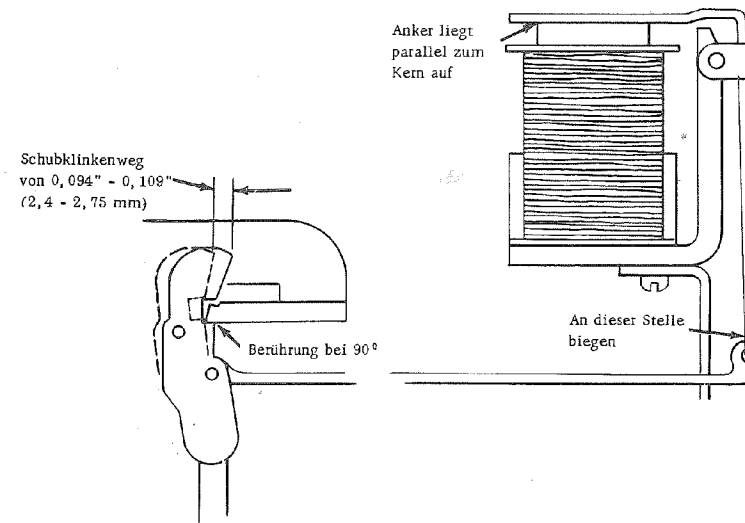

Abb. 10 Justage der Sortiermagnetanker
- Maschine durchdrehen, bis die Druckplatte eine Stellung innehat, die es den Schubklinken ermöglicht, den grösstmöglichen Weg in Richtung auf die Sortiermagnete zurückzulegen. Magnetanker (magnet armatures) oberhalb der Stelle, wo sie mit ihrer Zugstange verbunden sind, biegen, so dass die zugeordnete Schubklinke bei Erregung des Magneten einen Weg von $0,094''$ bis $0,109''$ ($2,4$ bis $2,75\text{ mm}$) macht (vergl. Abb. 10). Der Weg der Schubklinken kann auch durch Justieren der Schubklinken-Abrückschiene (interposer pawl knockoff bar) bestimmt werden, indem diese $0,094''$ bis $0,109''$ von den Schubklinken entfernt angebracht wird. Aber dann müssen die Anker so gebogen werden, dass die ausgelösten Schubklinken die Abrückschiene gerade berühren.